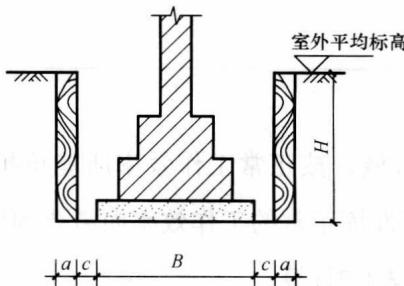

图1-2 双面支挡土板沟槽示意图
(2) 双面支挡土板挖沟槽时, 如图1-2所示。当设计没有挡土板宽度时, 其宽度按图示沟槽底宽, 单面加10 cm, 双面加20 cm计算。